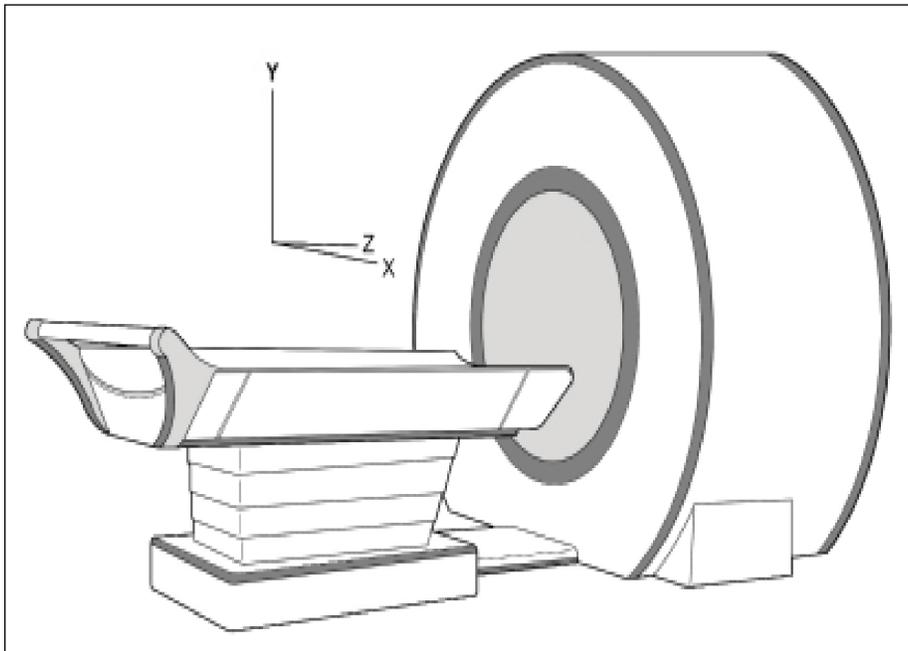

图 52
1. 确认床板能够毫无问题地在 'Z' 轴整个长度上移动。重复进行机械和手动移动 (图 52)。
3. 确认床板能够毫无问题地在 'Y' 轴整个高度上移动 (图 52)。